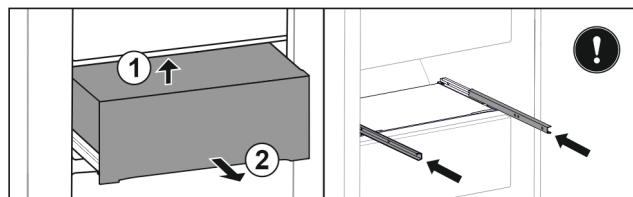

Fig. 99
- ▶ Nadzvedněte zásuvku ze zdola vzadu. Fig. 99 (1)
- ▶ Vyjměte zásuvku dopředu. Fig. 99 (2)